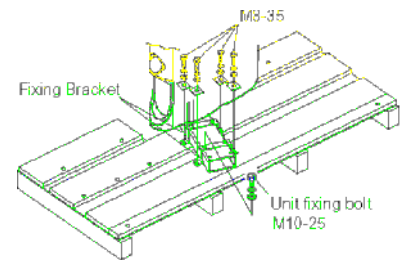

Fig.5-2 Removing Unit from Pallet
- (2) Montage de l'unité crachoir
A. Maintenir l'unité crachoir sur la palette et enlevez les 3 boulons M10 sur l'adaptateur de montage. (Fig .5-2)